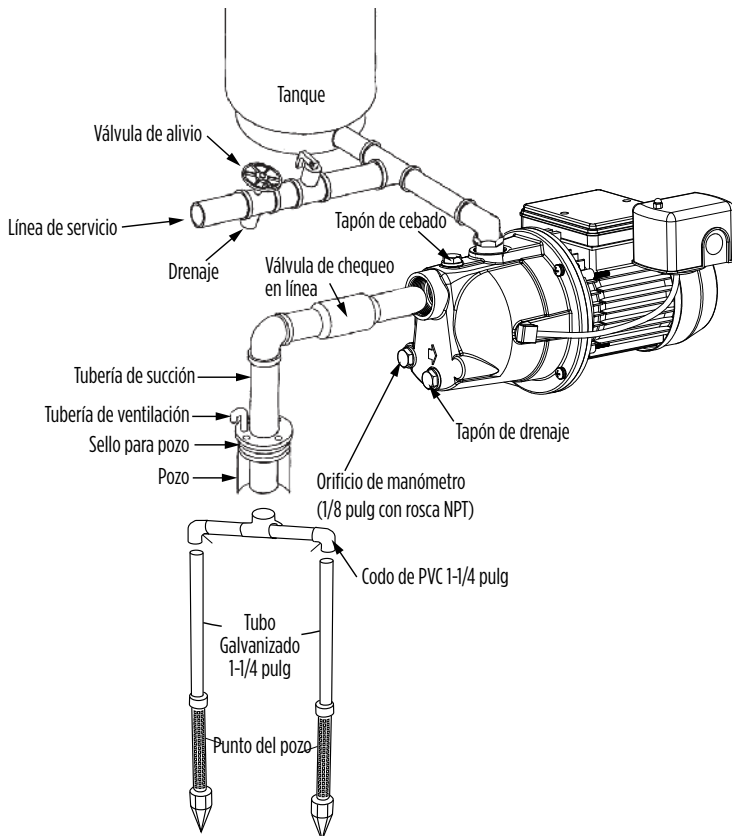

Figura 5 - POZO POCO PROFUNDO
Se recomienda usar únicamente tuberías nuevas y limpias de 31.75 mm (1.25 pulg). Si la bomba se instala a una distancia apreciable del suministro de agua, el tamaño de la tubería de succión debe incrementarse a 38.1 mm (1.5 pulg). Los tramos horizontales de la tubería deben tener una pendiente gradual de la fuente de agua a la bomba para evitar burbujas de aire en la línea. Se debe usar compuestos para roscas en todas las uniones de la tubería, y las conexiones deben estar bien ajustadas. **Se debe instalar una válvula de pie o una válvula de chequeo** y su operación debe inspeccionarse debido a que las fugas evitan la operación apropiada del sistema. Asegúrese de ubicar la válvula de pie de tal manera que siempre esté sumergida. Si se usa una base al fondo del pozo, o un pozo guiado, instale una válvula de chequeo junto a la aspiración de la bomba en lugar de la válvula de pie (ver **Instalaciones típicas**, Figura 5). Todas las instalaciones deben tener una válvula de pie o de chequeo en la tubería de succión.
Las instalaciones en pozos poco profundos utilizan una sola tubería que conecta la bomba al suministro de agua. Esta bomba se puede utilizar para pozos perforados (ver Figuras 3, 4, o 6) o pozos hincados (ver Figura 5). Los pozos perforados son hoyos en el suelo, perforados por perforadores de pozos profesionales que utilizan grandes perforadoras. Los pozos hincados utilizan una punta de perforación de pozo (también conocida como punta de perforación de arena), que es un tubo puntiagudo largo con un filtro que permite la entrada del agua y deja afuera la arena y el sedimento. El nivel de agua en un pozo hincado es bastante alto o está cerca del nivel del suelo (9.1 m [30 pies] como máximo). Siga con la instalación de pozo poco profundo correspondiente.
1. Introduzca la punta de perforación de pozo en el suelo de acuerdo con las instrucciones provistas con la punta de perforación de pozo. Debe introducirse a una profundidad suficiente de manera que atraviese la formación acuífera debajo del nivel freático pero sin exceder los 7.6 m (25 pies) de profundidad. Una sola punta de perforación de pozo puede no suministrar la cantidad de agua necesaria. A veces es necesario utilizar más de una punta de perforación de pozo para aumentar el suministro de agua. Las dos puntas de perforación de pozo individuales se pueden acoplar mediante la tubería adicional y una junta en cruz (ver Figura 5).
8. Un metro de presión no es proporcionado por la bomba. Debe instalarse en el orificio de 3.175 mm (1/8 pulg) con rosca NPT delante del casco sobre el lado opuesto del interruptor de presión es (ver **Instalaciones típicas**, Figura 5).